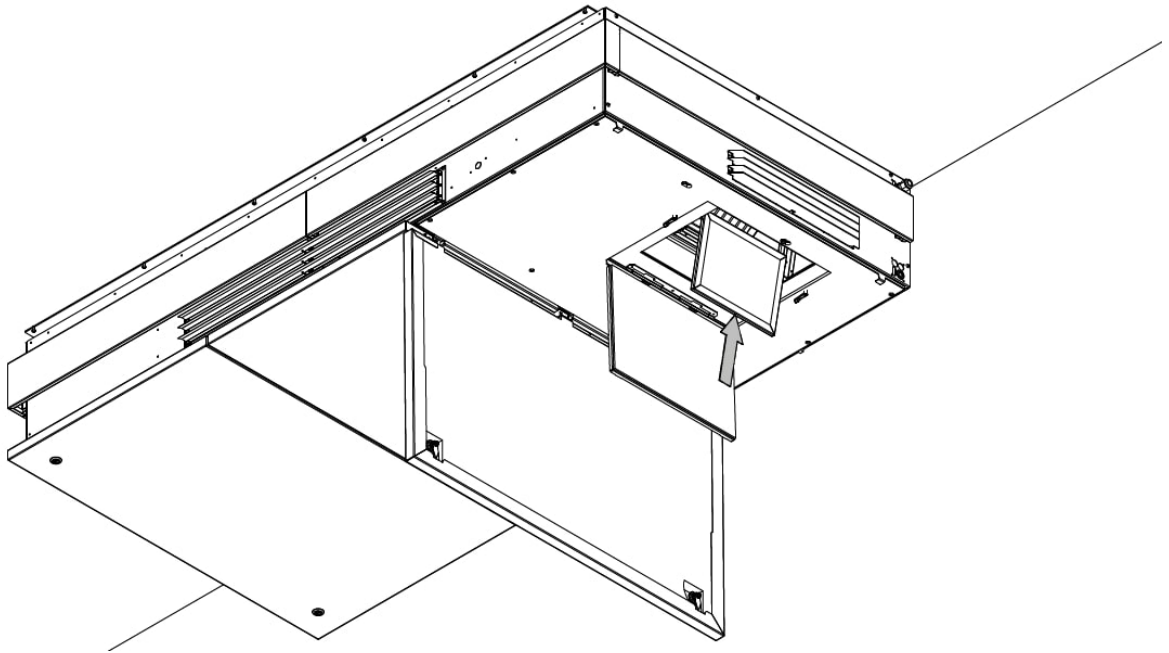

Figur 10: Åbning af hængsel , der holder grovfilter
3. Åbn de hængsler, der holder grovfilteret på plads – se Figur 10 nedenfor.